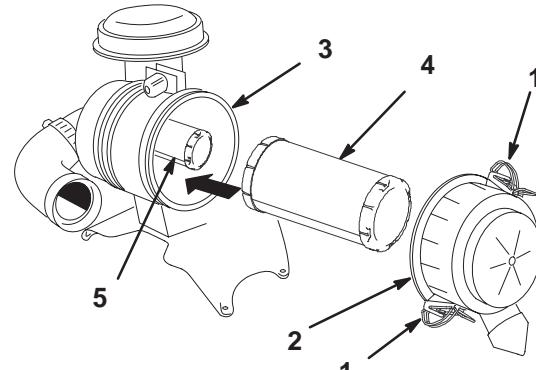

Bild 38
- Lösen Sie die Riegel am Luftfilter und ziehen Sie die Abdeckung vom Gehäuse ab (Bild 38).
- Schieben Sie den Hauptfilter vorsichtig aus dem Luftfiltergehäuse heraus (Bild 38). Vermeiden Sie ein Anstoßen des Filters an der Seite des Gehäuses.
2. Schieben Sie den Sicherheitsfilter, wenn Sie diesen austauschen, vorsichtig in das Filtergehäuse ein (Bild 38).
3. Ziehen Sie den Hauptfilter vorsichtig über den Sicherheitsfilter (Bild 38). Stellen Sie sicher, dass dieser einwandfrei einliegt, indem Sie beim Einbauen auf den äußeren Rand des Filters drücken.
4. Bringen Sie die Luftfilterabdeckung so an, dass die Seite mit **UP** nach oben zeigt, und rasten Sie die Riegel ein (Bild 38).